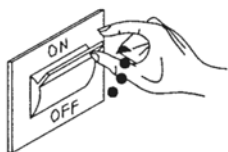

Fig. 4.1
- переведите главный выключатель системы в положение «включено» (рис. 4.1)